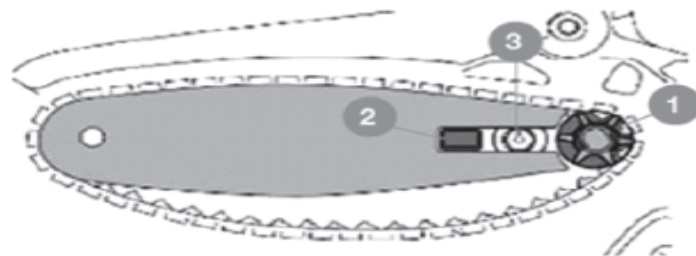

Рис. 4
- Не мигающий **КРАСНЫЙ** индикатор на зарядном устройстве указывает, что зарядное устройство начало цикл зарядки (**Рис.4**).
- Немигающий **ЗЕЛЁНЫЙ** индикатор на зарядном устройстве показывает, что зарядное устройство перестало заряжать (**Рис.4**).
Индикатор заряда аккумулятора (Рис.4а).